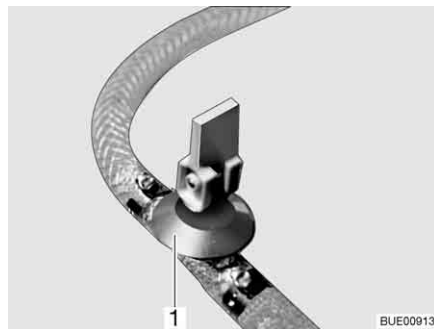

Fig. 214 Robinet de vidange
- Fermer le(s) robinet(s) de vidange. Placer le levier à bascule (Fig. 214,1) en position horizontale.
- Ouvrir le(s) robinet(s) de vidange (Fig. 214). Pour cela, placer le levier à bascule (Fig. 214,1) en position verticale. Le chauffe-eau se vide à l'extérieur.